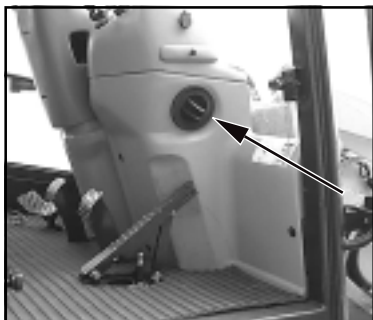

Bild 5-6
(2) Luftstromrichtung an den seitlich angebrachten Ausströmern (Bild 5-6/Pfeil) einstellen.
(1) Turn the rotary switch (5-5/ arrow) for the blower to position 0, 1 or 2, depending on the amount of air desired.
(2) Régler la direction du flux d'air aux sorties d'air latérales (fig. 5-6/flèche).